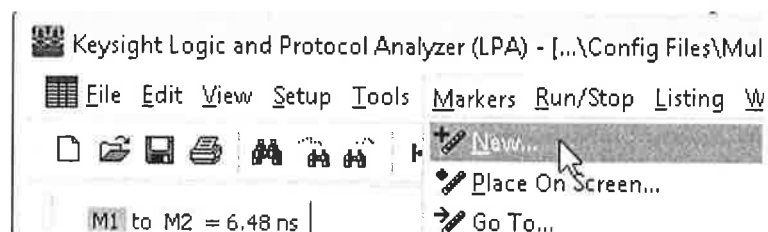

Рисунок 14
- Задать систему маркеров для проверки правильности получаемых массивов данных (рис.14 -17)